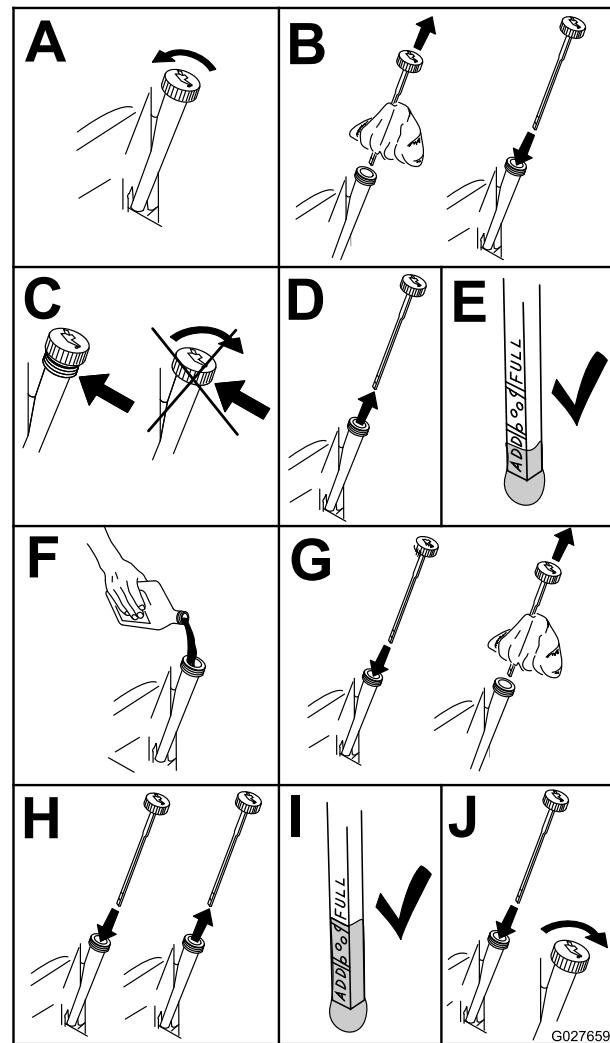

Figura 51
- Pare el motor, retire la llave y espere a que se detengan todas las piezas en movimiento antes de abandonar el puesto del operador (Figura 51).